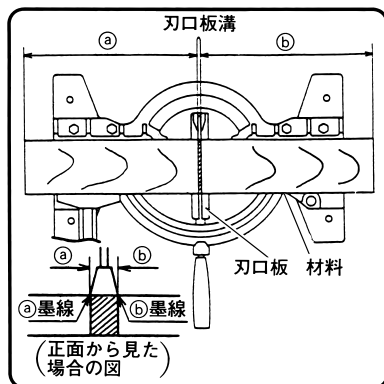

図 16
(1) 材料を切断する際、のこ刃の厚さが切削されますので、①の長さが必要な場合、墨線を刃口板溝またはのこ刃側面の左側に、②の長さが必要な場合、右側に合わせてください。(図16)
(2) スイッチを入れたのこ刃の回転が完全に上がって安定してから、ハンドルを静かに下げて材料に近づけます。
(3) のこ刃が材料に接したらハンドルを徐々に押し下げて切込みます。
(4) 切断が終わったところでスイッチを切り、のこ刃が完全に停止してからハンドルを持ち上げ、もとの位置にもどしてください。